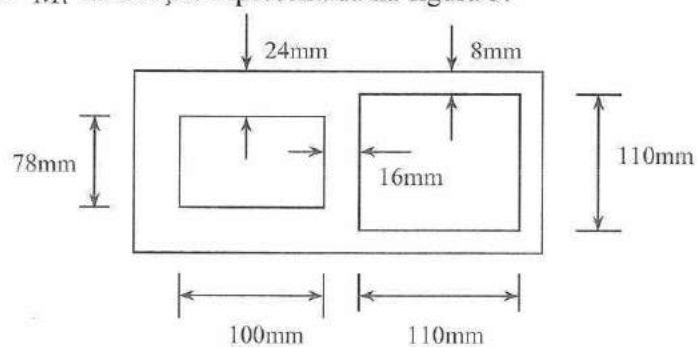

Figura 3
- (2.0) Determine a distribuição de tensões tangenciais provocadas pelo Momento Torsor M_t na Secção representada na figura 3.